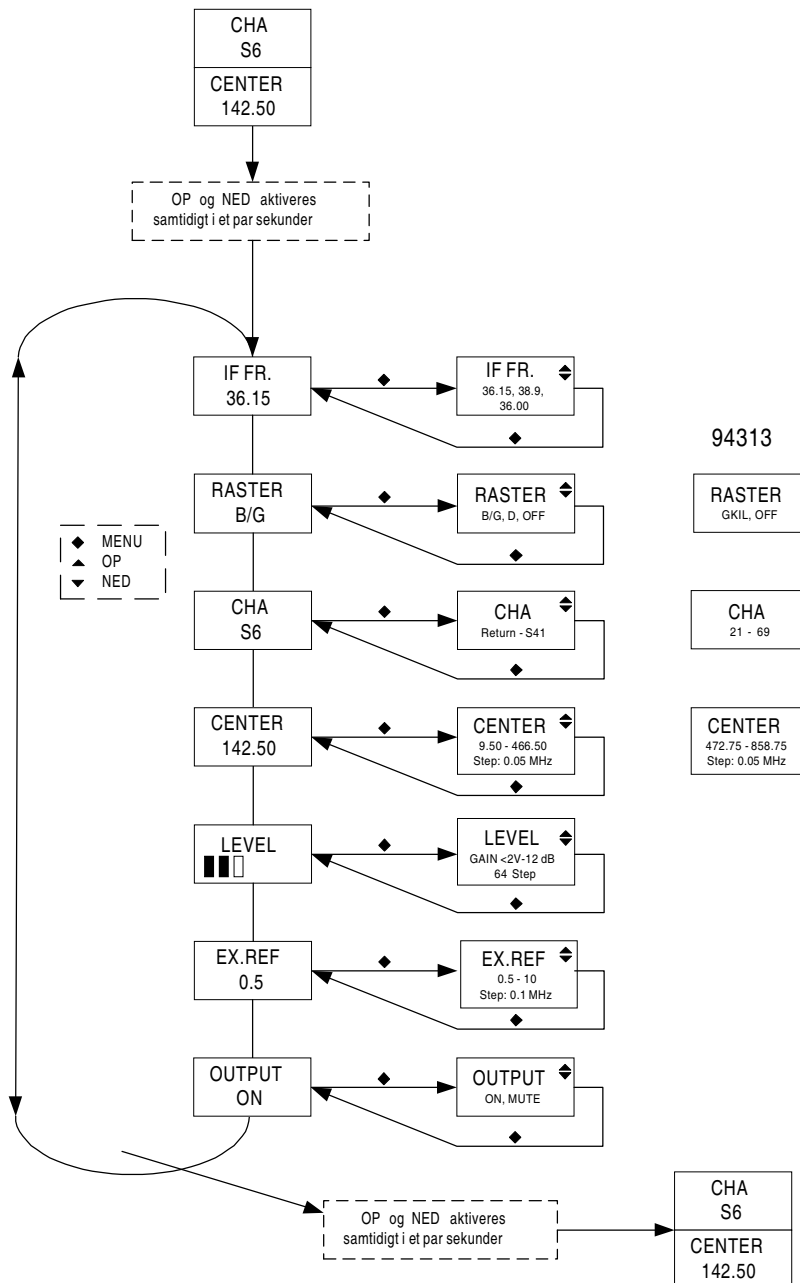

Fig. 4 Menustruktur.
2. Derefter vil opkonverteren stå i menupunktet IF FR, som illustreret i fig. 4.